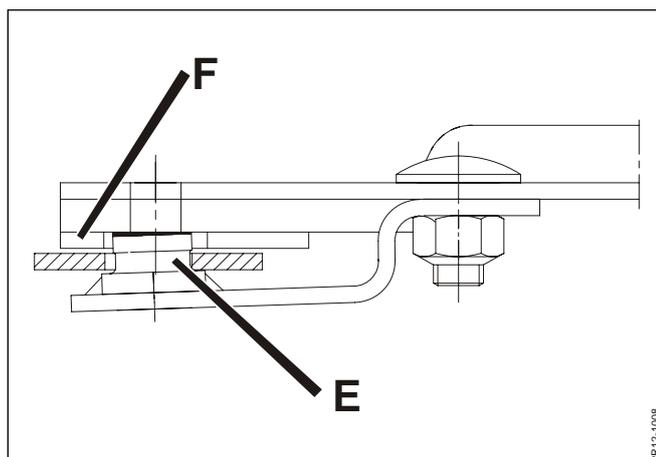

Fig. 5-23
- Fig. 5-23** - Es darf keine Verschmutzungen zwischen den Anlageflächen des Messerzapfens und der Scheibe geben und es ist sicherzustellen, dass der Zapfen **E** des Messerhalters korrekt gegen die Unterkante der Scheibe **F** anliegt.